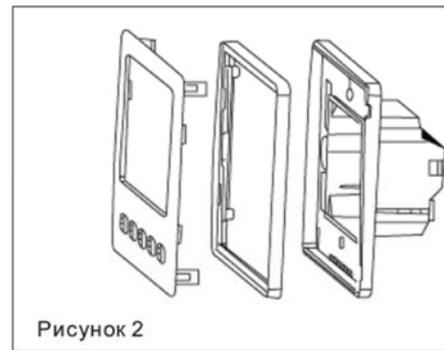

Рисунок 2
3. Отсоедините заднюю панель (рис.2), рассоединив разъем на шлейфе экрана.